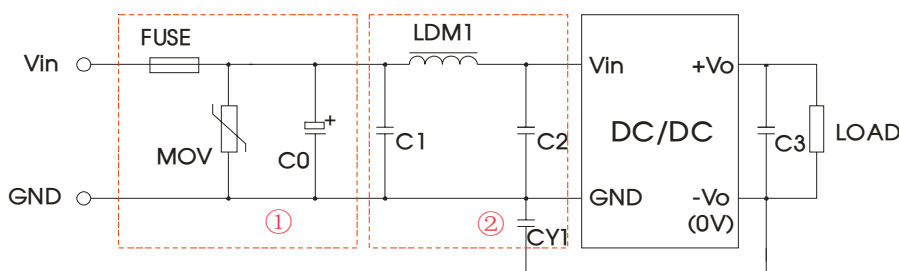

图 3
- ①图 3 中第①部分用于 EMS 测试; 第②部分用于 EMI 滤波, 可依据需求选择;
②若图中元器件无附其参数说明, 则此型号外围中不需要这个元器件。